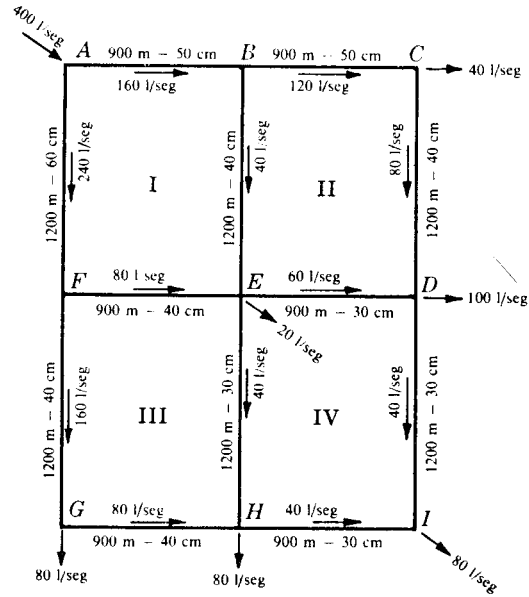

Fig. 8-12
20. El agua fluye a través del sistema de tuberías mostrado en la Fig. 8-12, en el que se conocen ciertos caudales, como se indica en la figura. En el punto *A*, la elevación es de 60,0 m y la altura de presión de 45,0 m. La elevación en *I* es de 30,0 m. Determinar (a) los caudales a través de la red de tuberías y (b) la altura de presión en *I*. (Utilizar $C_1 = 100$).